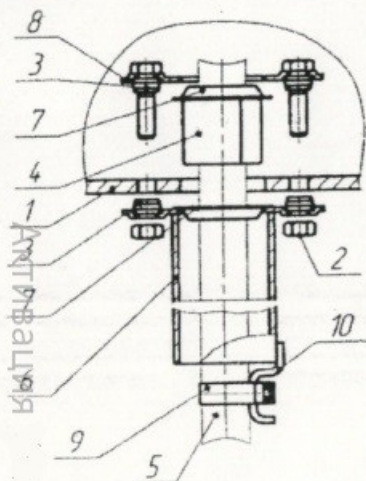

Рис. 1
2.1.2. Пропустить кабель через хомут (см. рис. 1), надеть хомут на скобу и ввести кабель в предохранительную трубу (основание).